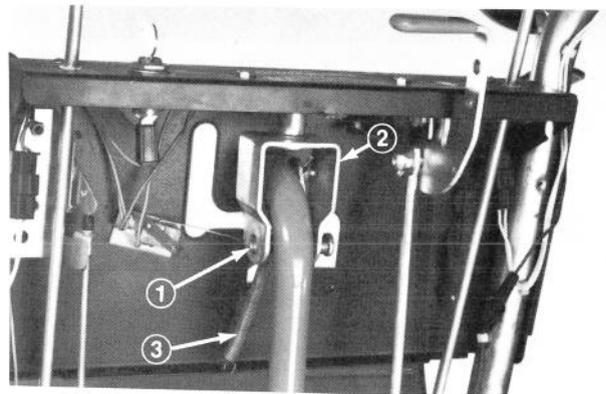

Abb. 17
2. Den 1. Gang einlegen. Haarnadelsicherung, Scheibe und Gabelbolzen von der Schaltgabel entfernen (Abb. 17). Dann das Schaltgestänge wegdrücken und die Schaltgabel um eine volle Umbrehung nach links oder rechts drehen (Abb. 17) und anschliessend das Schaltgestänge wieder befestigen.
Anmerkung: Durch Rechtsdrehung der Schaltgabel wird der Ganghebel nach unten und durch Linksdrehung nach oben verstellt (Abb. 17).
1. Bei laufendem Motor den Rückwärtsgang einstellen und Schalthebel loslassen. Der Schalthebel sollte auf Leerlauf zurückgehen. Wenn nicht, den Motor abstellen. Haarnadelsplint, Unterscheibe und Gabelbolzen, welche den Schalthebel halten, entfernen. Schalthebel von der Schaltgabel entfernen und Gabel 1/2 Drehung nach rechts von der Konsole wegdrehen (Abb. 17). Den Rückwärtsgang nochmals versuchen. Die Gabel senken bis der Schalthebel auf Leerlauf zurückgeht (Abb. 19).